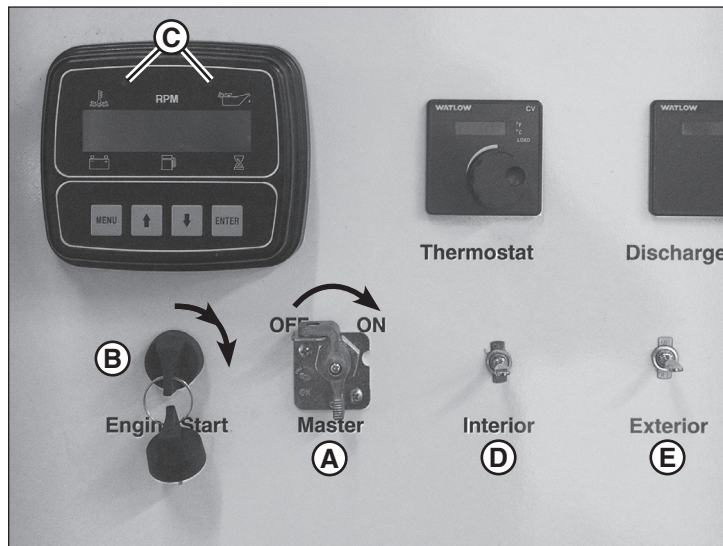

Figure 17
2. Mettre l'interrupteur principal (A, Figure 17) à la position ON.
**REMARQUE :** Mettre l'interrupteur principal à la position ON fournit l'alimentation à l'interrupteur d'éclairage intérieur (D) et à l'interrupteur d'éclairage extérieur (E).
3. Mettre l'interrupteur principal (B, Figure 17) à la position RUN. Les voyants indicateurs de la bougie (C) sur le moniteur du moteur et le centre de commandes s'allument. Attendre que les voyants s'éteignent (environ 15 secondes).